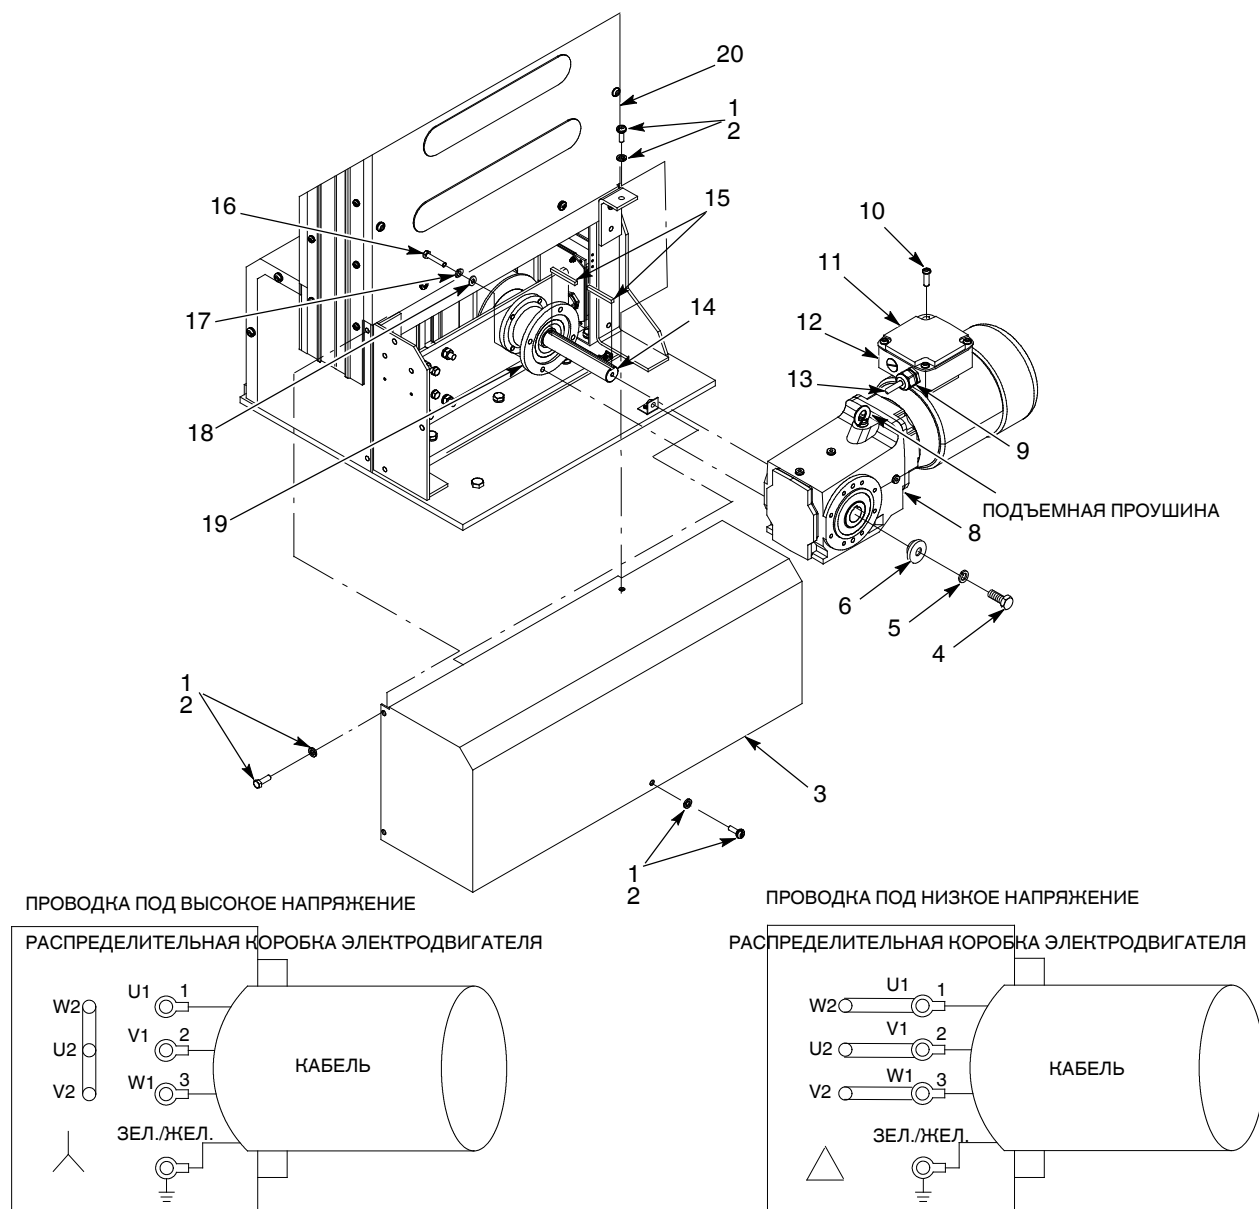

Рис. 19 Замена узла моторедуктора
1. См. рис. 19. Вывернуть винты (1) и снять стопорные шайбы (2) крепления крышки (3) на манипуляторе (20).
- a. Вывернуть винты (10) крепления крышки (11) на распределительной коробке моторедуктора (12).
1. См. рис. 19. Выполнить следующее:
- a. Поставить шпонки (15) на вал (14) узла привода, как показано на рисунке.
- b. Убедиться, что шпоночная канавка моторедуктора (8) совмещается со шпонками (15) на валу (14). Надвинуть моторедуктор на вал. Убедиться в отсутствии зазоров между поверхностью моторедуктора (8) и монтажным элементом моторедуктора (19).
- c. Закрепить моторедуктор (8) на монтажном элементе моторедуктора (19), используя плоские шайбы (18), стопорные шайбы (17) и винты (16). Затянуть винты моментом 25 Н•м (18,5 ft-lb).
- d. Закрепить вал узла привода (14) на моторедукторе (8), используя плоскую шайбу (6), стопорную шайбу (5) и винт (4). Затянуть винт моментом 25 Н•м (18,5 ft-lb).